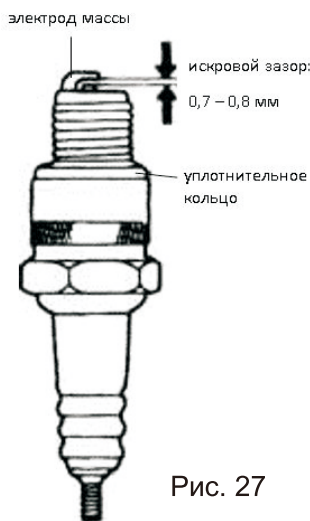

Рис. 27
4. Измерьте расстояние между электродами с помощью щупа. (см. рис. 27)